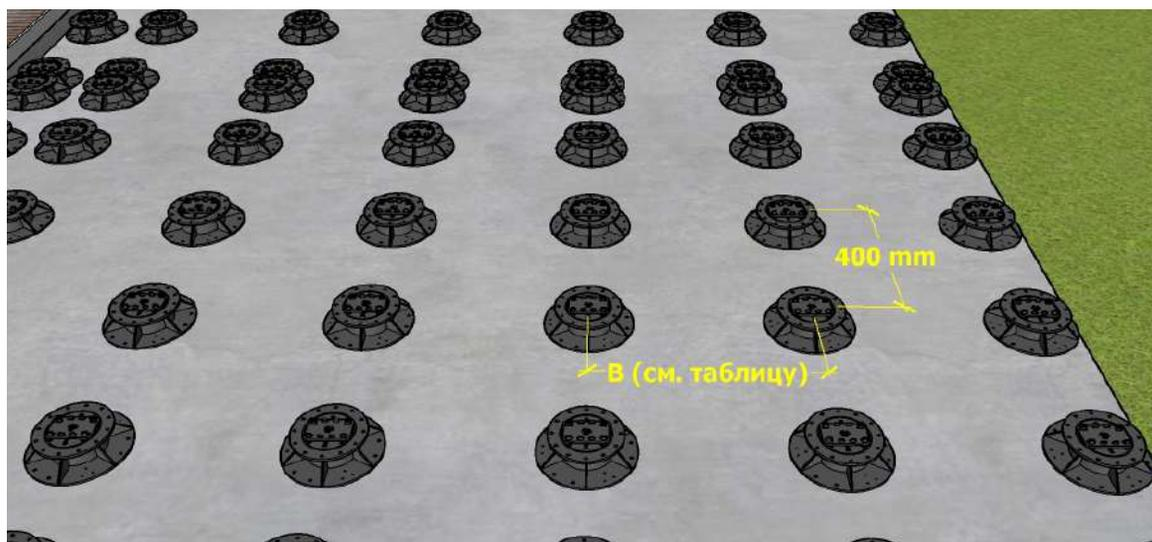

Рис.7
2. На основание устанавливают регулируемые опоры с шагом не более B (см. табл.1) по направлению укладки лаги, чтобы расстояние между лагами (по центрам) не превышало 400 мм (рис.7). Далее лаги из специального алюминиевого профиля вщелкивают в держатель лаги регулируемой опоры. В месте стыков торцов досок, лаги располагаются с каждой стороны от стыка на расстоянии не более 50 мм (рис.8).